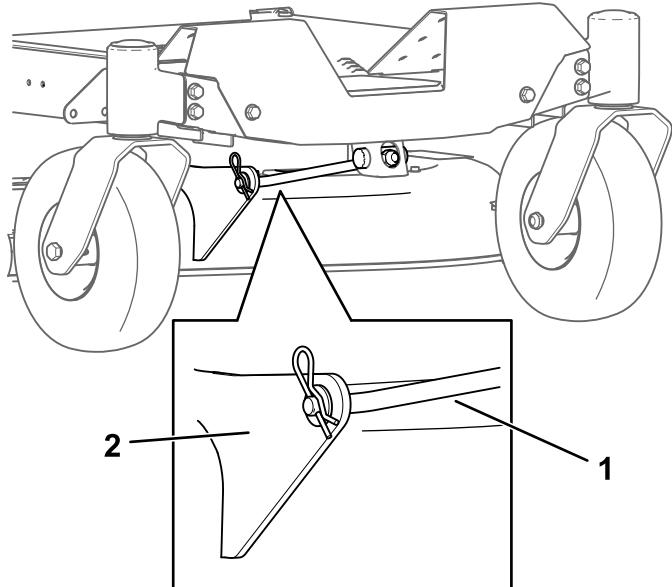

Figure 66
4. Retirez la goupille fendue de la tige de support avant et déposez la tige du support de tablier (Figure 66).
- Fixez la tige de support avant au tablier de coupe à l'aide de l'axe de chape et de la goupille fendue (Figure 66).